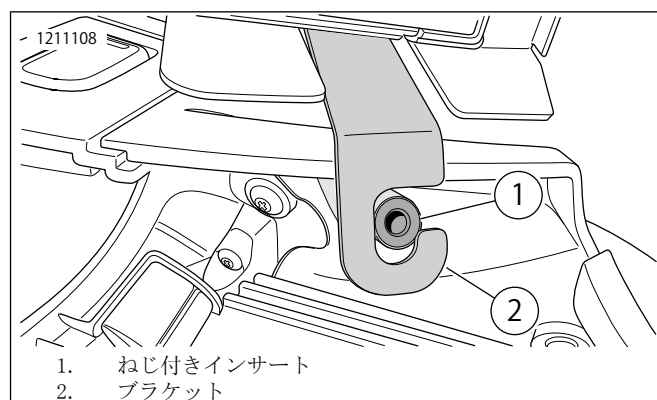

図7。ブラケットとねじ付きインサート(左側の図、右側も同様)
9. 図7を参照してください。マウントブラケット(2)がねじ付きインサート(1)の周りに、完全にはまっていることを確認します。